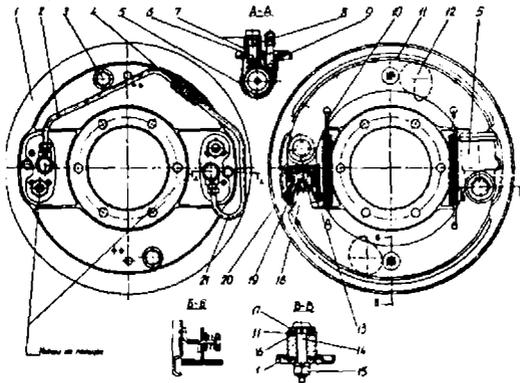
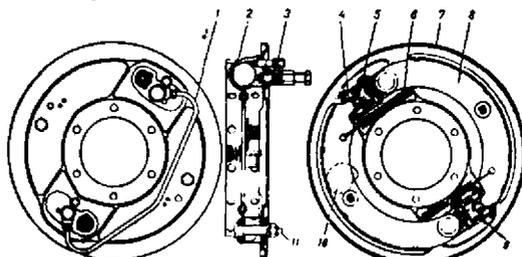

Рис. 97. Тормоз переднего колеса, автомобиля УАЗ-469:
Рис. 98. Тормоз переднего колеса автомобиля УАЗ-469В:
Устройство тормоза переднего колеса автомобиля УАЗ-469 показано на рис. 97, а автомобиля УАЗ-469Б на рис. 98.
На тормозном щите 1 (рис. 97) с помощью опорных пальцев 14 и гаек 15 закреплены два колесных цилиндра 5. На опорных пальцах между шайбами под их головками и опорными пружинами колесных цилиндров неподвижно посажены бронзовые эксцентрики 16, на которых поворачиваются тормозные колодки 11. Поворотом опорных пальцев с эксцентриками можно смещать опорные концы колодок относительно тормозного щита. Регулируют тормоза с помощью опорных пальцев при их сборке на заводе или при ремонте тормозов с заменой колодок или накладок.
При правильной установке колодок с неизношенными накладками и тормозным барабаном метки на опорных пальцах (керна на наружных торцах) должны быть расположены, как показано на рис. 97 или с незначительными отклонениями от этого положения в ту или другую сторону.
Подвижные концы тормозных колодок входят в пазы накопечников поршней 19 колесных цилиндров 5. Колодки внутренней поверхностью своих ободов опираются на регулировочные эксцентрики 12, подвижно установленные на тормозном щите. От произвольного проворачивания эксцентрики удерживаются сильными пружинами. Колодки прижимаются к эксцентрикам стяжными пружинами 10. Шестигранные головки болтов 3 регулировочных эксцентриков выведены на наружную сторону тормозного щита. При помощи эксцентриков устанавливается необходимый зазор между колодками и барабаном. От бокового смещения колодки удерживаются опорами, прикрепленными к щиту, и пружинами, установленными в средней части колодок (рис. 97, Б—Б).
2. Немного отвернуть гайки опорных пальцев и установить опорные пальцы в начальное положение (метки на торцах опорных пальцев должны быть расположены, как указано на рис. 97, 98, 99).